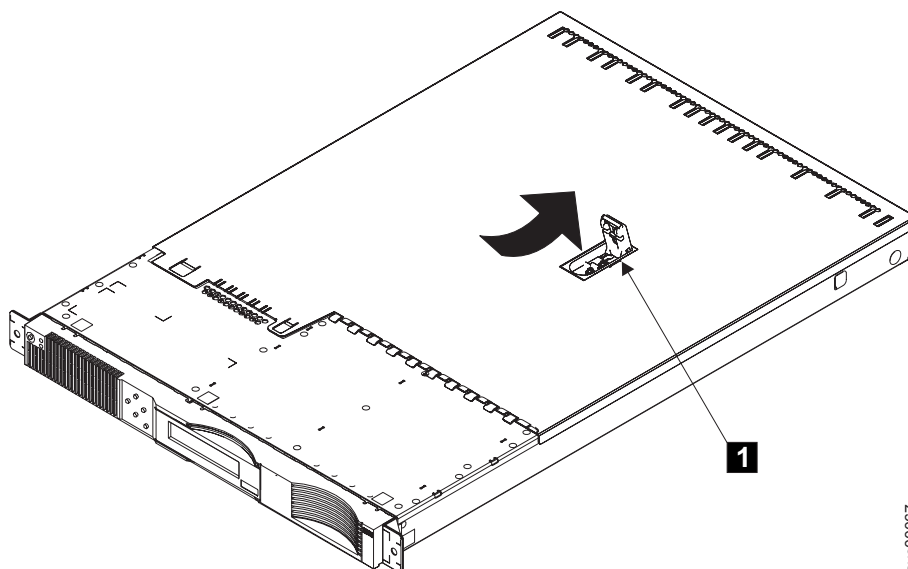

図 57. ファン・ドアを開いた状態の SAN ボリューム・コントローラー 2145-4F2
- 1. 82 ページの図 57に示すように、レバー **1** が完全に持ち上げられていることを確認します。